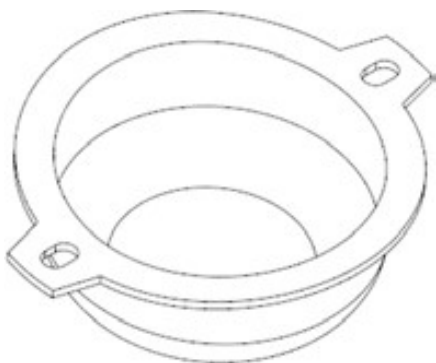

图4-18 创建小孔特征
Step 45 单击“倒圆角”按钮，先选择方孔的第1个拐角的边线，再按住Ctrl键，然后选择第二个拐角的边线，在“倒圆角”操控板中单击“集”按钮，再单击“完全倒圆角”按钮，对刚才的方孔倒全圆角，如图4-18所示。
Step 46 在模型树上选择刚才创建的方形孔特征和两个全圆角特征，再单击“镜像”按钮，选择FRONT基准平面为镜像平面，创建镜像特征，如图4-18所示。